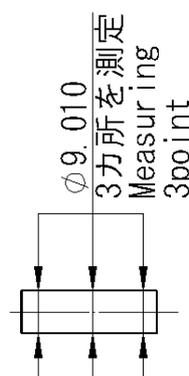

Fig. 12
- ①ピストンリング内周面にカーボンの付着が無いかを確認してください。カーボンが付着している場合はこれを除去してください。この際フェース面やベース面(下面)に傷をつけない様に注意してください。
- ②ピストンリング上面にカーボンの付着が無いかを確認してください。カーボンが付着している場合は除去します。この際ピストンリング自体を削らない様に注意してください。
- ③ピストンリングフェース面(外周面)に焼付き痕や傷が無いかを確認してください。焼付き痕や傷がある場合は新品と交換してください。また、この面に焼付き痕や傷がある場合は、シリンダーブロック内壁面にも焼付き痕や傷があることが多いので、確認してください。
- ④ピストンリングベース面(下面)に焼付き痕(凝着痕)や傷が無いかを確認してください。焼付き痕や傷がある場合は新品と交換してください。また、この面に焼付き痕(凝着痕)や傷がある場合は、ピストンのピストンリング溝にも焼付き痕(凝着痕)や傷があることが多いので、確認してください。
④ピストンピンの点検および整備
- ①取外したピストンピンの表面をカーボンの付着の有無を確認し、カーボンの付着がある場合は、除去してください。
- ②ピストンピンの外径寸法をブレードマイクロで、真ん中及び両端、それぞれの縦方向と横方向の6カ所を測定し、限界値($\phi 9.010$)以下の場合は新品と交換してください。(Fig. 12 参照)